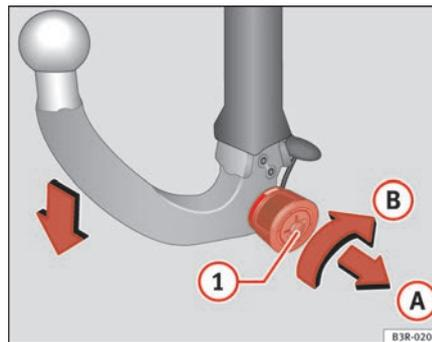

Fig. 156 Dispositif d'attelage amovible : dépose de la boule d'attelage
- Insérez la clé dans la serrure **(1)** ⇒ fig. 156 de la molette. ▶